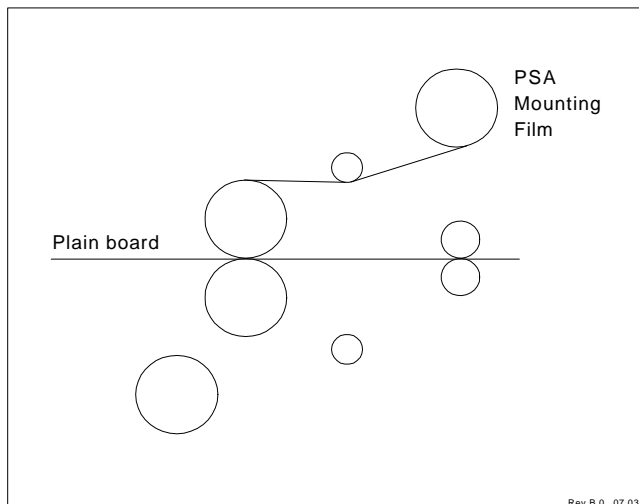

Fig. 17
1. Load the laminator as shown in Figure 17.
1. Das Laminiergerät wie in Abb. 17 gezeigt laden.
1. Laad de laminator zoals wordt getoond in afb. 17.
1. Chargez la plastifieuse comme montré en Figure 17.